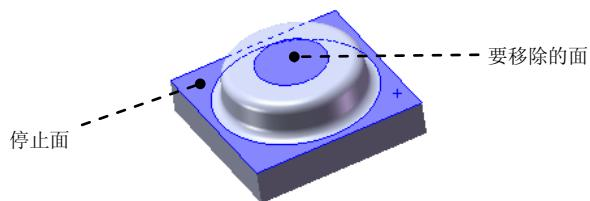

图 10.4.6 选取停正面和要移除的面
下面以图 10.4.6 所示的成形工具为例，讲述带移除面成形工具的创建操作过程。
② 定义移除面属性。激活“成形工具”对话框的 **要移除的面** 区域，选取如图 10.4.6 所示的面 2 为要移除的面。
(3) 单击 按钮，完成成形工具 2 的创建。